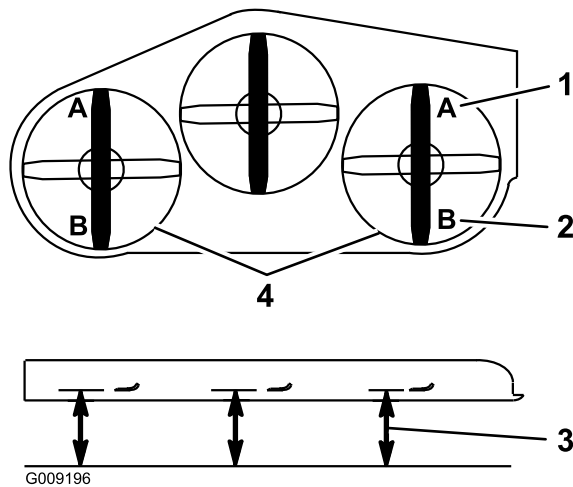

Figura 88
9. En ambos lados de la carcasa, mida desde la superficie nivelada hasta la punta delantera de la cuchilla (Posición A). La distancia debe ser de 7.6 cm (3") **Figura 88**
16. En ambos lados de la carcasa, mida desde la superficie nivelada hasta la punta trasera de la cuchilla (Posición B). La distancia debe ser de 83 cm (3 1/4") (Figura 88).